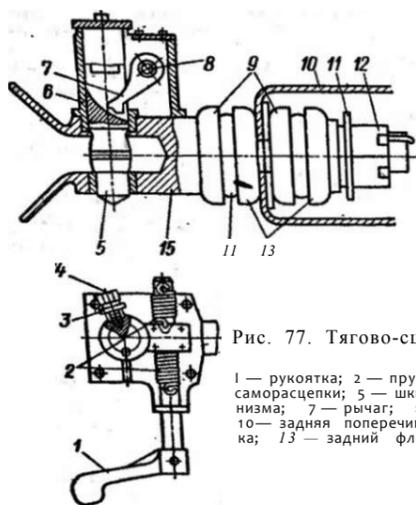

Рис. 77. Тягово-сцепное устройство типа шкворень-петля:
**Тягово-сцепное устройство типа шкворень-петля** (рис. 77) автомобиля мод. 53212 представляет собой V-образный ловитель 15 с хвостовиком, который закреплен на задней поперечине с помощью упорного фланца 11 и корончатой гайки 12. Амортизация осуществляется двумя резиновыми буферами 14, расположенными по обе стороны задней поперечины 10 рамы.